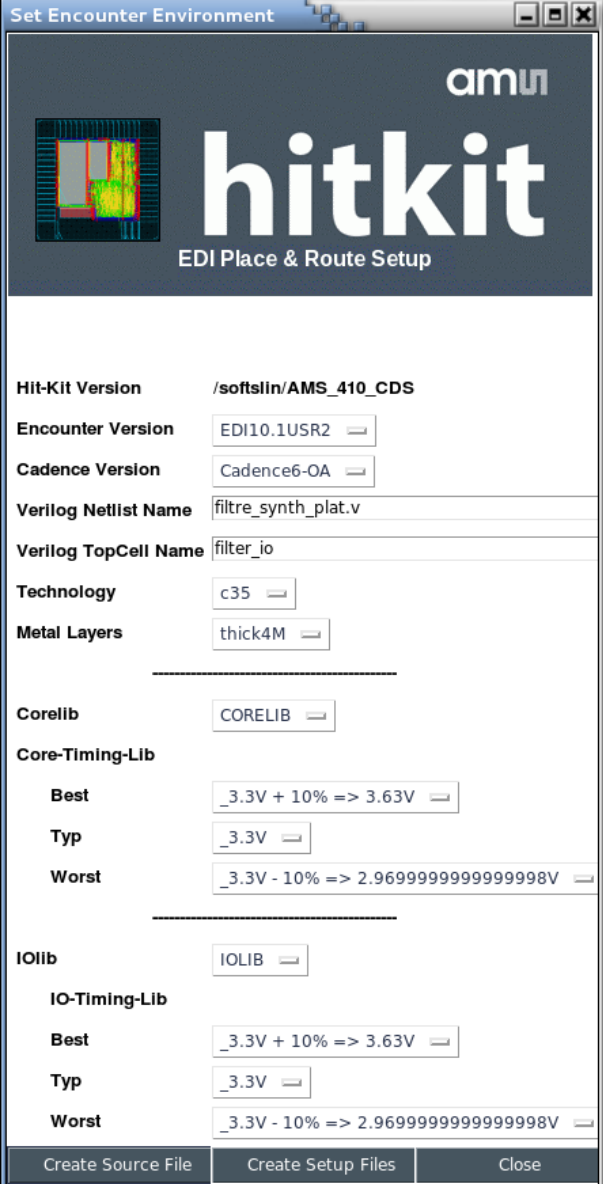

Fig 14 : Le générateur de scripts de configuration pour SoC Encounter
- Renseignez les champs (voir figure 14)